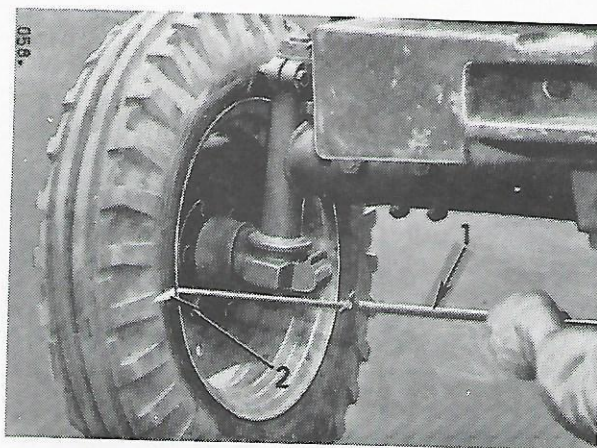
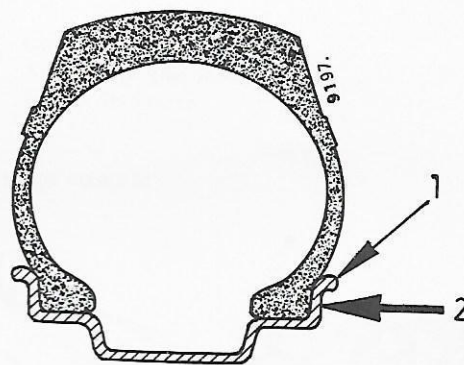

Fig. 78
Fig. 79
Marquez des repères sur les pneus, à la hauteur des moyeux, (voir 2, fig. 78). Mesurez la distance entre les jantes en plaçant le gabarit de réglage (1) contre les flancs des jantes (2 fig. 79), à la hauteur des repères (2, fig. 78).
Lorsque vous mesurez le pincement, placez le gabarit contre le flanc (2, fig. 79) de la jante, et non contre les bords (1).